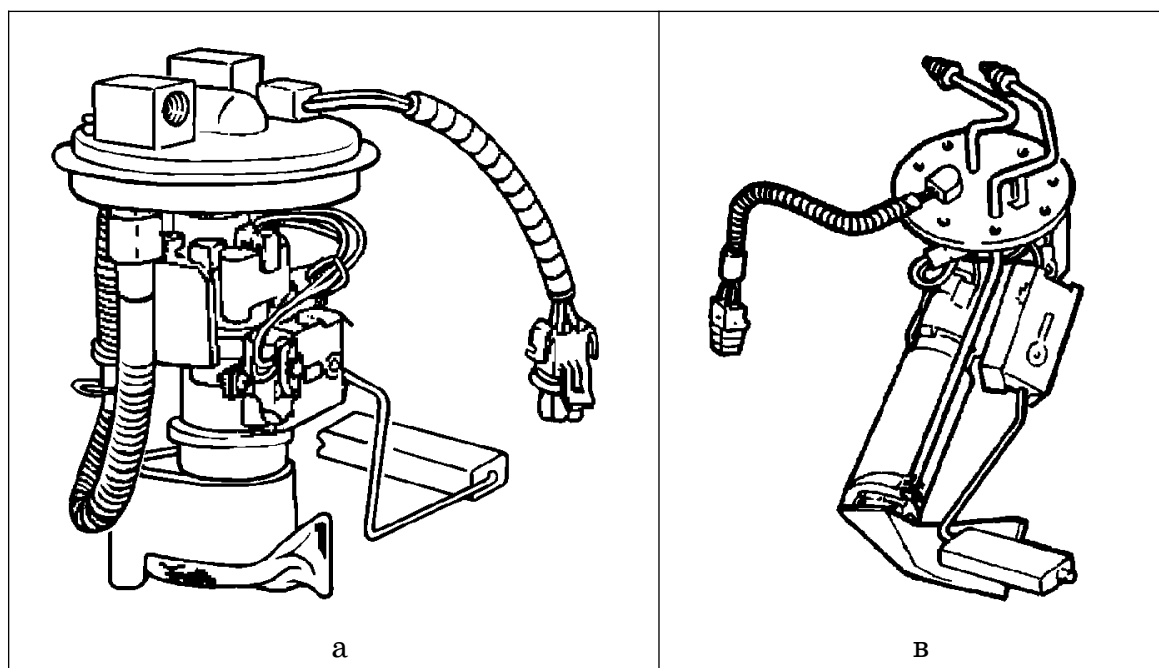

Рис.16 Внешний вид электробензонасоса:
**Электробензонасос.** В системе применяется ЭБН, рис.16, турбинного типа. Конструктивно модуль электробензонасоса содержит датчик уровня топлива. Сопротивление датчика уровня (Ом) для различных типов ЭБН должно находиться в пределах (min - полный бак, max - пустой бак):